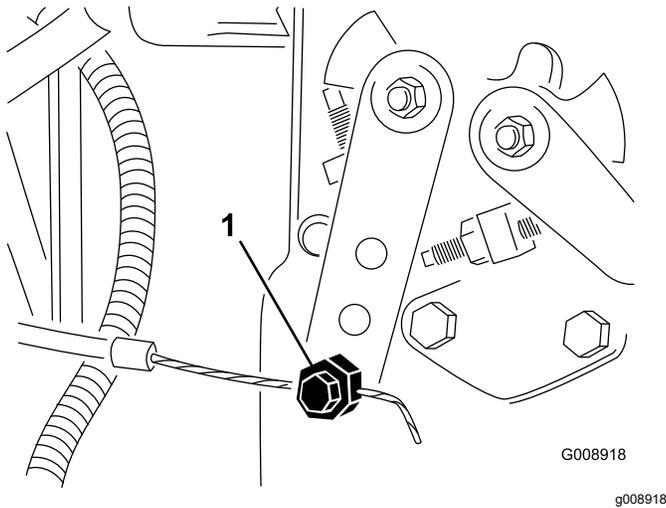

Figura 86
4. Afloje el conector del cable del acelerador en la palanca de la bomba de inyección (Figura 86).